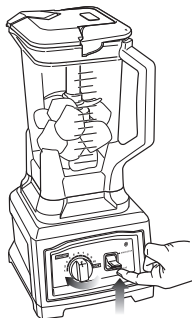

Fig. 6
- 10 Gire la perilla de velocidad variable a 1. (Fig. 6) Se encenderá la luz indicadora de encendido (b) Para encender la licuadora, mueva la palanca de encendido hacia arriba, luego presione el botón de "Start/Stop/Pulse" hacia arriba para comenzar a procesar. Aumente lentamente la velocidad hasta el nivel deseado.